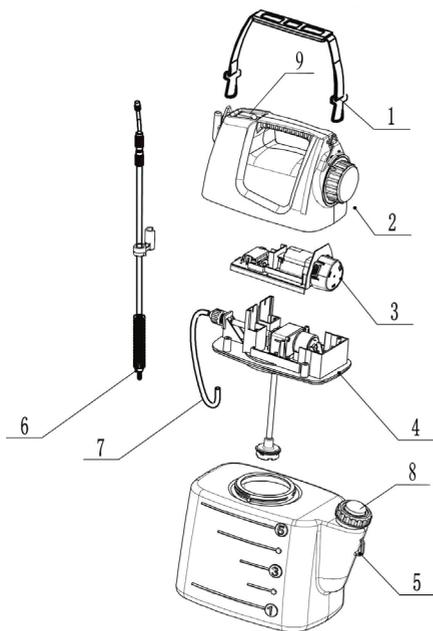
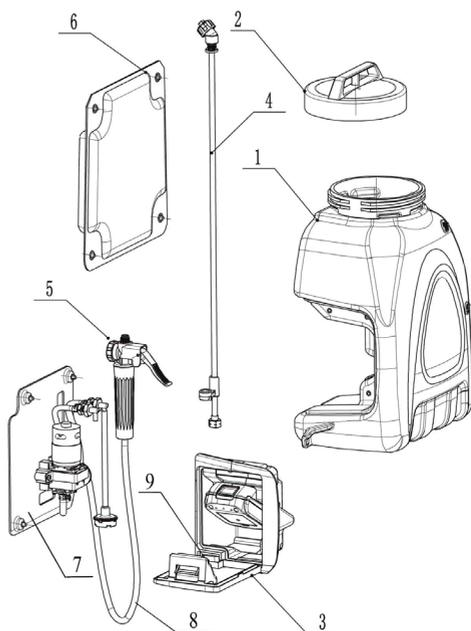

рис. 1
рис. 2
4.1 Общий вид опрыскивателя модели АСО - 12 представлен на рис. 1:
4.1 Общий вид опрыскивателей моделей АСО - 14,4 и АСО - 18 представлен на рис. 2:
- Распылительную трубку **4** (рис. 2) с вставьте в рукоятку **5** (рис. 1) и зафиксируйте с помощью накидной гайки, закрутив гайку от руки.
- Модель АСО - 12 . Для начала опрыскивания установите выключатель 9 (рис. 1) в положение «ВКЛ».
- Модели АСО-14,4 и АСО-18 для включения установите выключатель 9 (рис. 2) в положение «ВКЛ» и нажмите спусковой рычаг 5 (рис. 2)